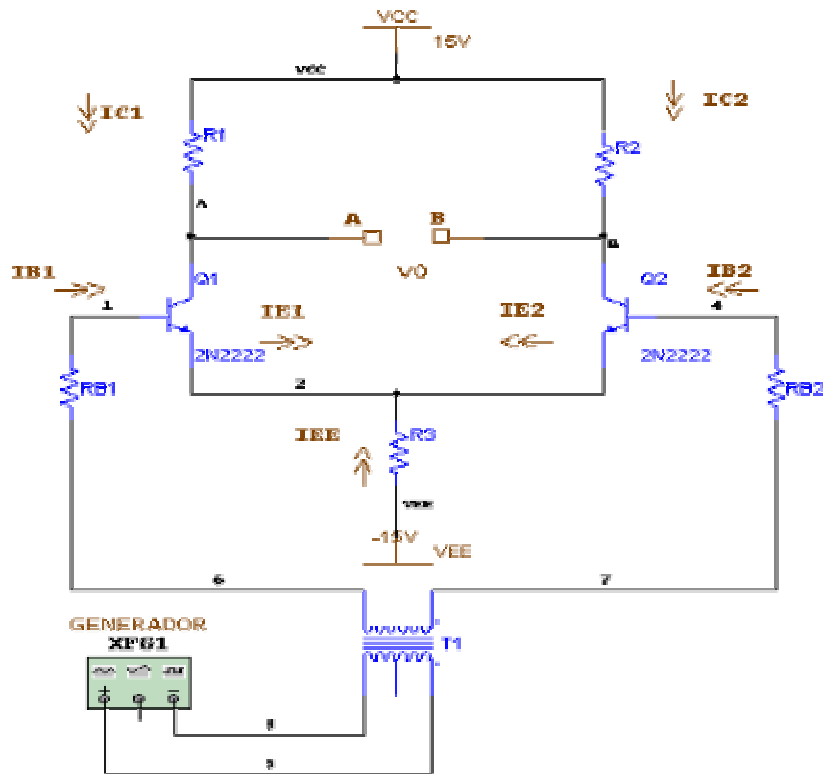

Figura 5.
- a) Construya el circuito que se muestra en la figura 5.